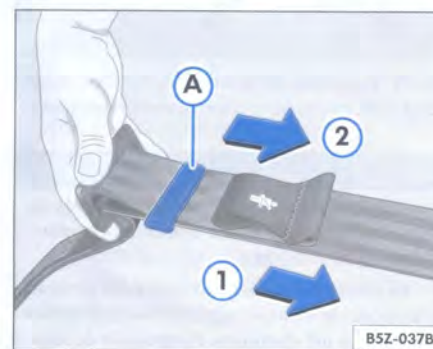

Fig. 11 Cinturón de tres puntos sin ajuste automático
- Presione la hebilla conforme lo ilustrado ⇒ fig. 11 y alargue totalmente el cinturón, tirándolo por la banda de la lengüeta ① - vea la orientación en la etiqueta fijada en el cinturón.
– Tire el extremo ⇒ fig. 11 ② hasta alcanzar un juego máximo de 3 dedos (5 cm) en la región del tórax.